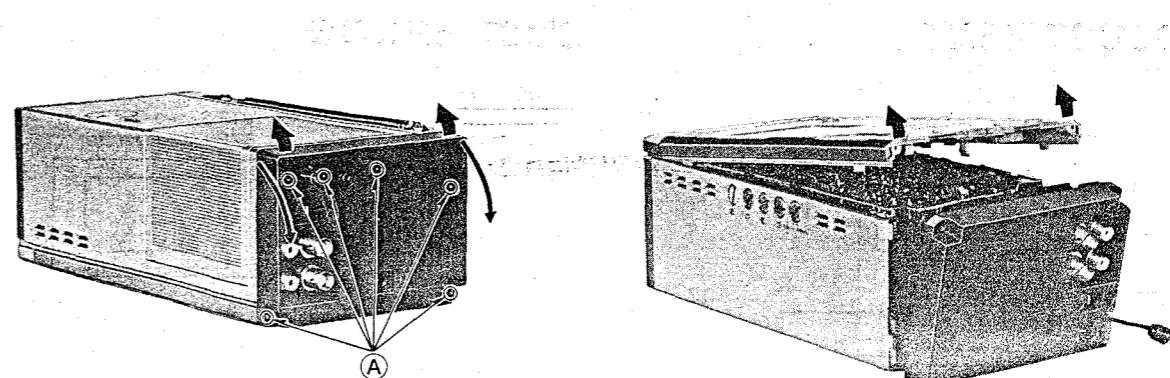

Fig. 2 Abb. 2
1. Remove 6 **(A)** screws shown in Fig. 2.
2. Remove the rear cover as shown in Fig. 2.
1. 6 Schrauben **(A)** entfernen, wie in Abb. 2 gezeigt.
2. Die Geräterückseite entfernen, wie in Abb. 2 gezeigt.